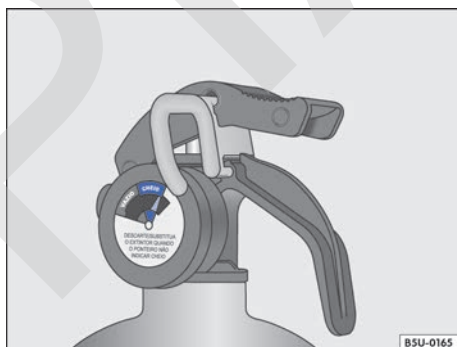

Fig. 154 En el extintor de incendio: indicador de carga (manómetro).
- Carga - el puntero debe estar en la franja verde del manómetro (cargada) → fig. 154.